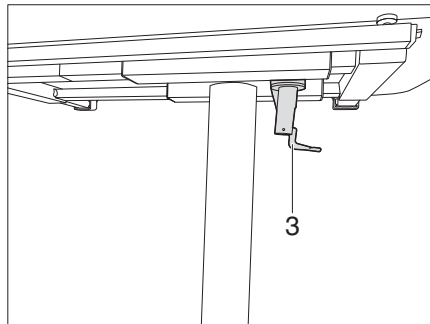

Bild 106 Lås fällbordet
- Vrid låsspaken (Bild 106,3) till höger. Lyftbordet är låst och kan inte längre förskjutas.